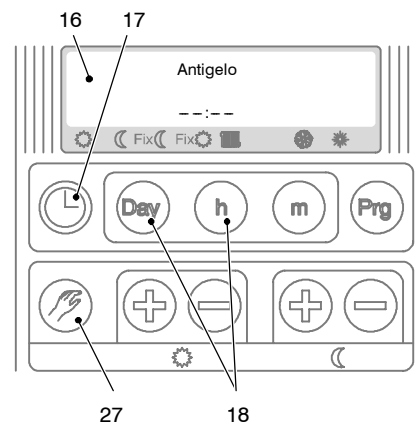

fig. 2.11
- Premere il tasto (27 in fig. 2.11) per più di tre secondi. Sul display (16) compaiono le scritte di fig. 2.11.
- Per programmare i giorni e le ore di permanenza di questo programma tenere premuto il tasto (17 in fig. 2.11) e contemporaneamente agire sui tasti **Day** e **h** (18 in fig. 2.11). Alla scadenza del tempo programmato il cronotermostato riprende a funzionare come prima della sospensione senza bisogno di nuove impostazioni.
- Per uscire dalla programmazione premere il tasto (27 in fig. 2.11) per più di tre secondi.